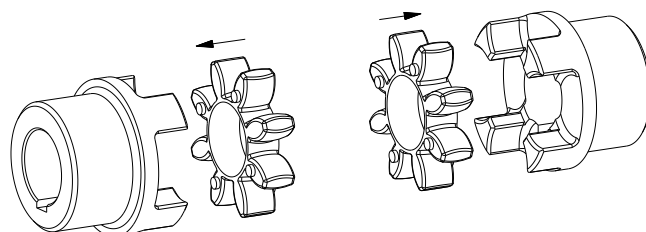

Fig. 14: Tandkransenes montage
- Sæt tandkransene ind i navenes knastparti (se fig. 14).